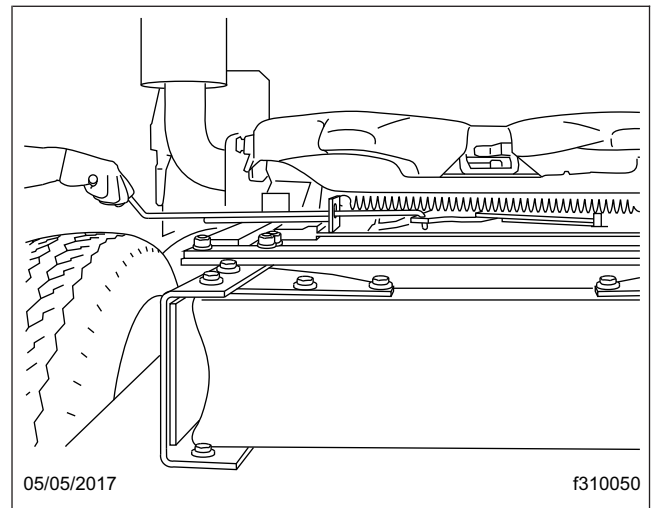

Figura 18.12, Liberación manual de la quinta rueda deslizable (Fontaine)
- 2.1 **Fontaine:** Levante la manija de tiro de desbloqueo del mecanismo deslizable para desengancharlo de la placa de guía. Entonces tire de la manija hasta que esté en la posición de desbloqueo, donde se puede colocar contra la placa de guía para mantenerla hacia afuera. La manija permanecerá en la posición de desbloqueo hasta que se desenganche manualmente de la placa de guía. Vea la **Figura 18.12**.